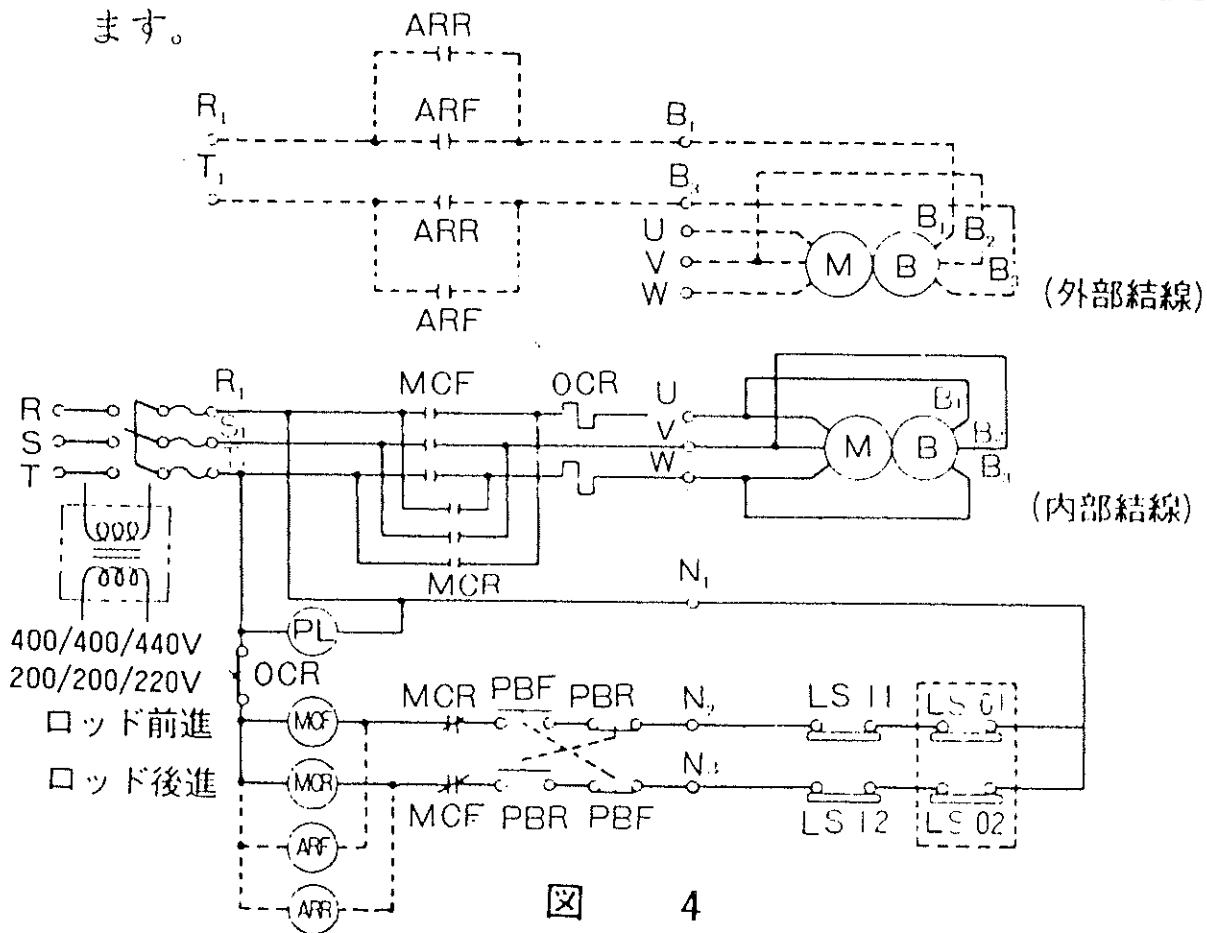

図 4
- 注) 1. 図4、図5のブレーキ結線は内部結線ですが、外部結線の場合は破線のように変更しARR、ARFを追加します。なおMCF、MCRに余分に補助接点があればARR、ARFは不要です。